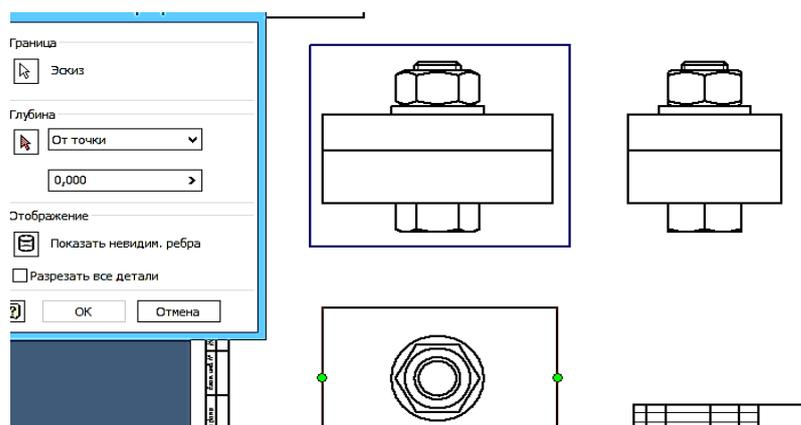

Рис. 99. Задание секущей плоскости
12. В диалоговом окне «Местный разрез» в раскрывающемся списке «Тип глубины» по умолчанию установлено «От точки». Укажите ЛКМ на середины отрезков, как показано на рис. 99.